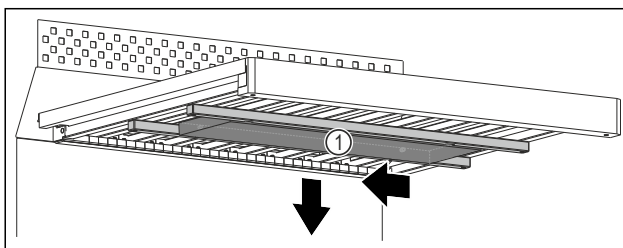

Fig. 106
- Spostare la vaschetta dell'acqua Fig. 106 (1) verso sinistra.
- Rimuovere la vaschetta dell'acqua Fig. 106 (1) verso il basso.